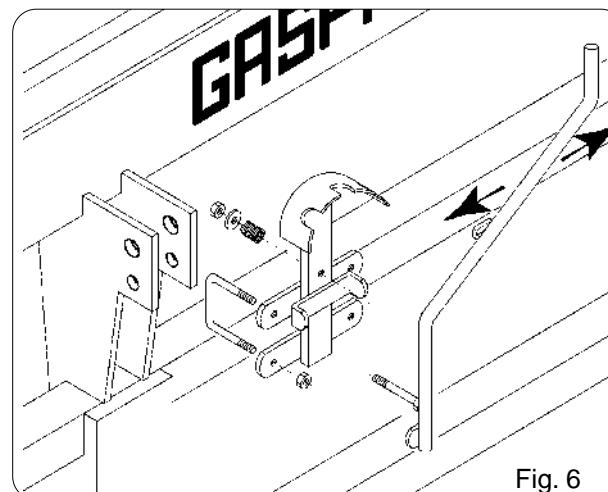

Fig. 6
- Comando manuale (Fig. 6);
- Manual control (Fig. 6);
- Steuerung von Hand (Abb. 6);
- Commande manuelle (Fig. 6);
- Accionamiento manual, estándar (Fig. 6);